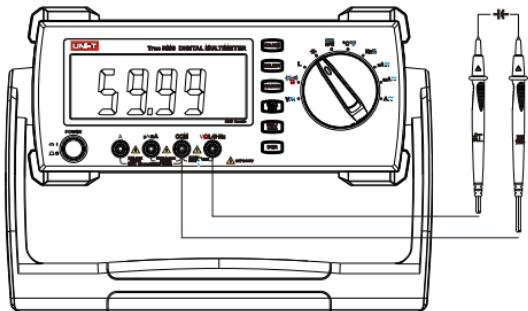

图5
- 将红表笔插入"C"插孔，黑表笔插入"COM"孔(如图5)。